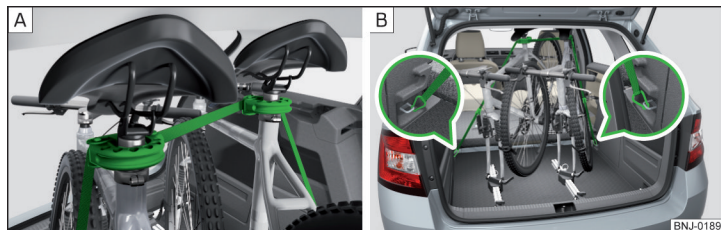

Fig. 114 Sikring af cyklernes stabilitet med en sele
- Hvis du transporterer to cykler, skal selen spændes mellem sadlerne, mens cyklerne skubbes fra hinanden » Fig. 114 - [A].
- Fastgør karabinhagerne i enderne af selen i de nederste fastgørelsesøjer bag ved bagsædet » Fig. 114 - [B].